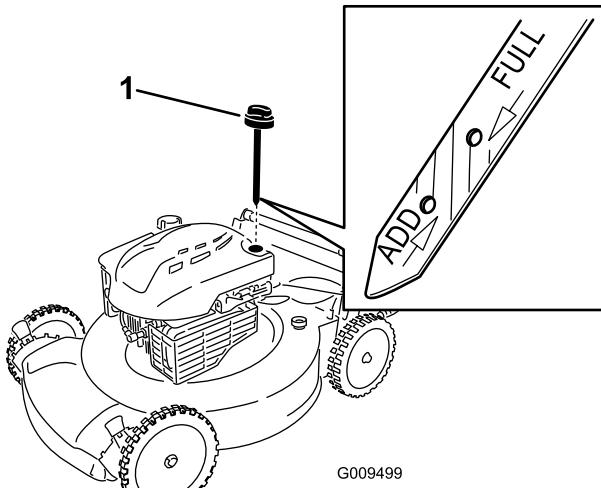

Рисунок 9
2. Извлеките измерительный щуп (Рисунок 9).
5. Выньте щуп и проверьте уровень масла по шупу, см. Рисунок 9.